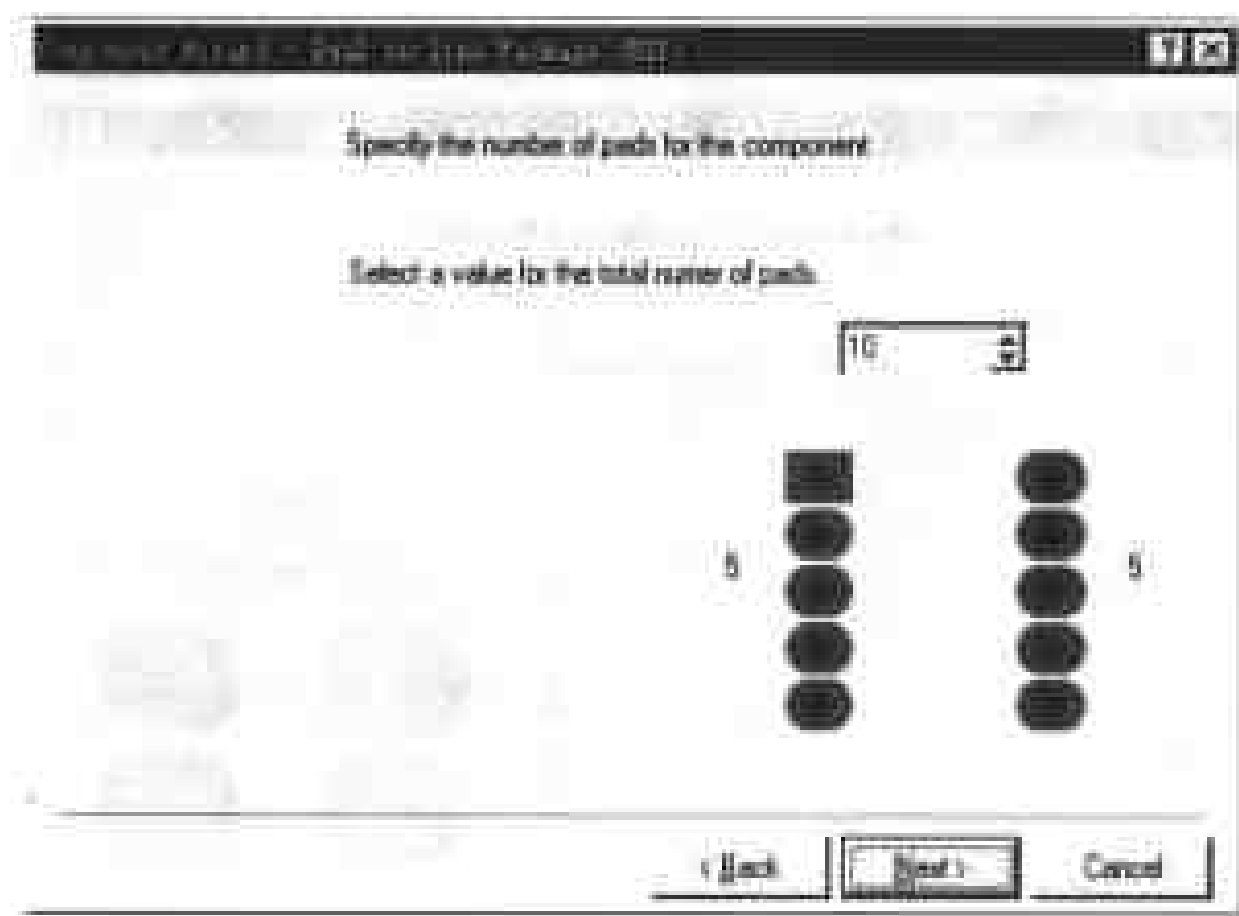

图 7-37 焊盘数量设置对话框
(6) 用鼠标左键单击“Next”按钮，系统弹出如图 7-37 所示的对话框，进行焊盘数量设置。方法是：直接在编辑框中输入焊盘数量，也可使用右边的微调器，通过增加或减少来设置焊盘数量。本例中将它设为 10。